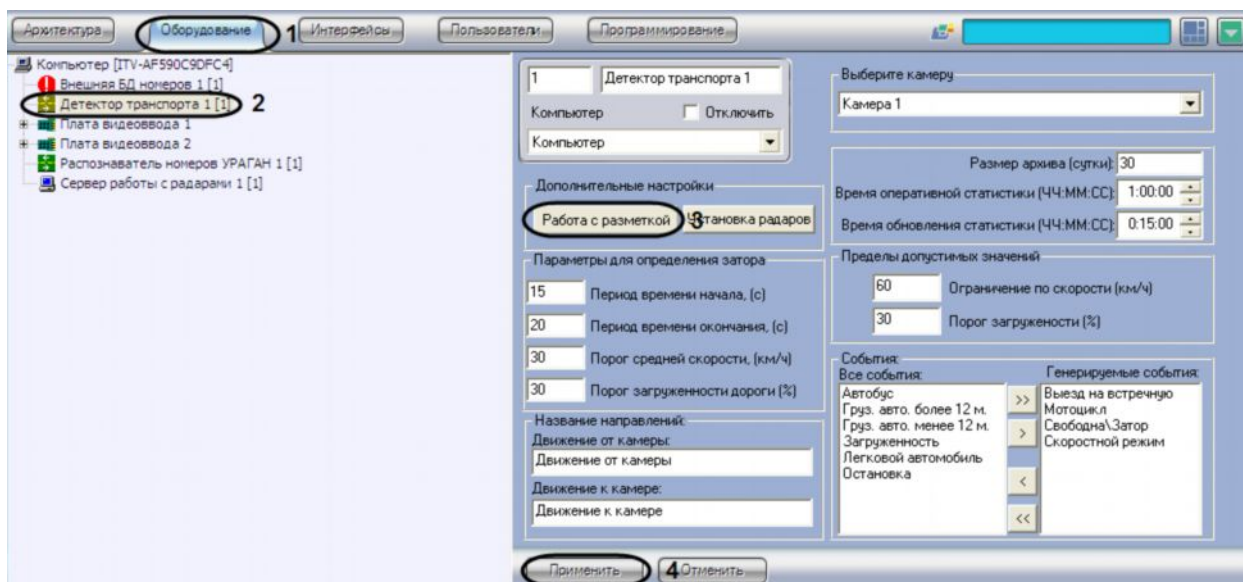

Рис. 7.5.7-1 Импорт файла, содержащего параметры разметки
2. В дереве объектов на вкладке «Оборудование» выбрать объект «Детектор транспорта», соответствующий настраиваемому программному модулю «Детектор транспорта» (см. Рис. 7.5.7-1, 2). В правой части вкладки «Оборудование» отобразится панель настройки выбранного объекта.
3. Нажать на кнопку «Работа с разметкой» и выбрать пункт «Импорт разметки» (см. Рис. 7.5.7-1, 3).